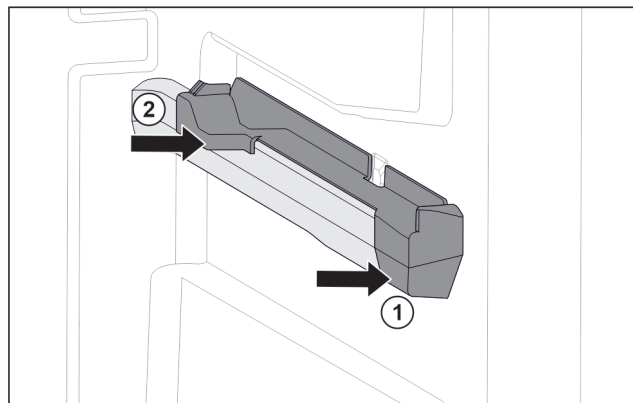

Fig. 119 Élément emboîtable sur la nervure de récipient droite
- Poser le devant de l'élément emboîtable contre la nervure de récipient. Fig. 119 (1)
- Enfoncer l'arrière de l'élément emboîtable. Fig. 119 (2)